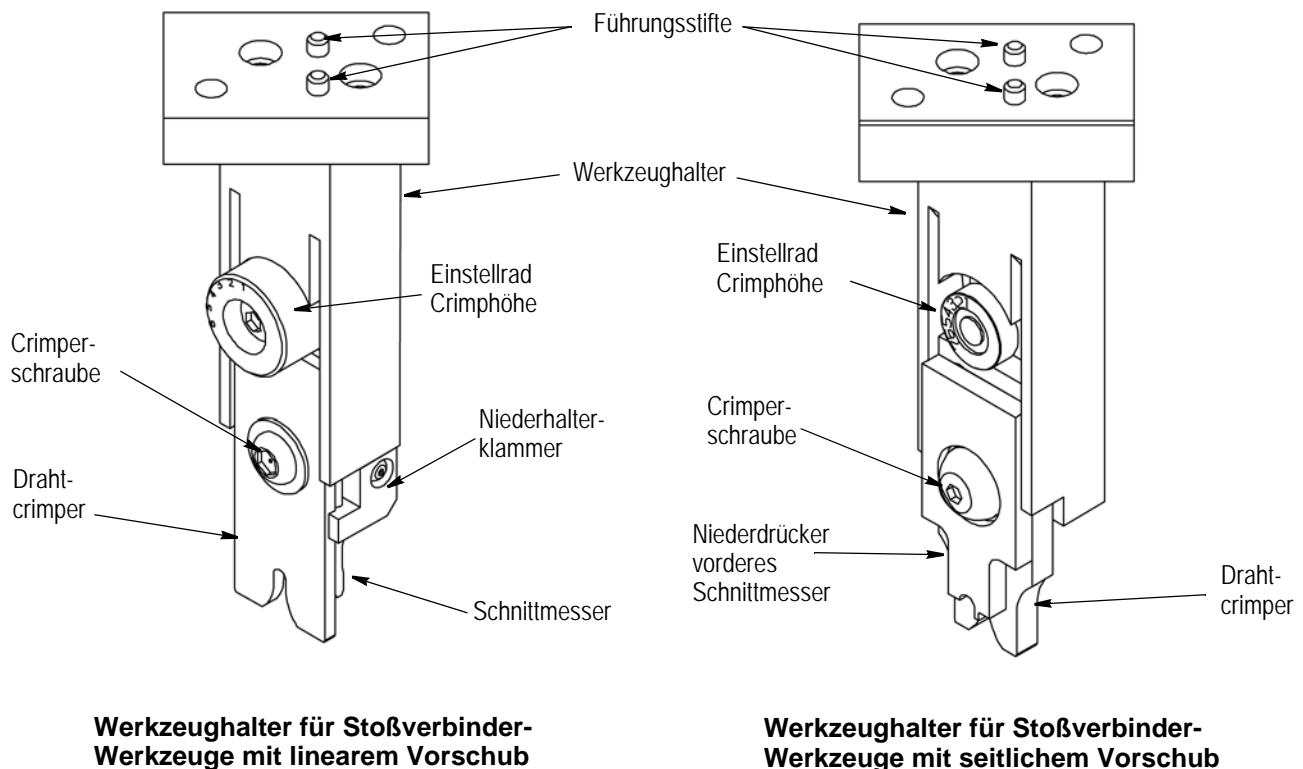

Abbildung 4
Der Werkzeughalter ist mit zwei Schrauben am Stößel der Stoßverbinder-Crimpmaschine AMP 5K/40 CE befestigt. Der Werkzeughalter verfügt über Führungsstifte (Abbildung 4), welche die Ausrichtung auf dem Crimpmaschinenstößel erleichtern. Die Führungsstifte ermöglichen außerdem ein einfaches Auswechseln des Werkzeugs.
Der Niederhalter (siehe Abbildung 4) ist am Stößel befestigt und hält mit der angebrachten Klammer den Stoßverbinder während des Crimpens und Schneidens fest.
1. Positionieren Sie den Werkzeughalter mit Hilfe der beiden in Abbildung 4 gezeigten Führungsstifte unten am Crimpmaschinenstößel.